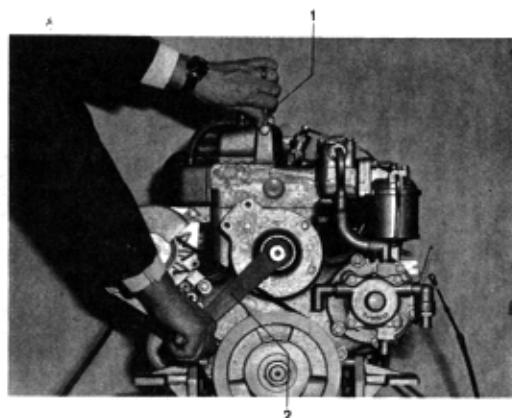

Abb. 7 Vorrichtungen für Handstart
- 2 Dekompressionshebel — siehe Abb. 7 — senkrecht stellen.
- 3 Anlaßkurbel anbringen, siehe Abb. 7.